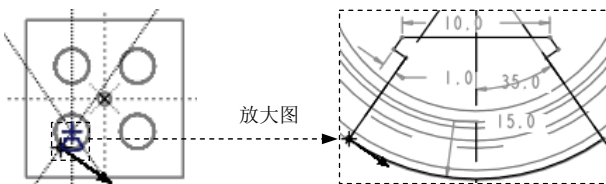
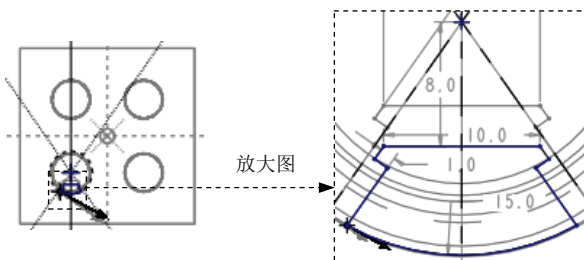

图 25.26 截面草图 (一)
图 25.27 截面草图 (二)
(2) 绘制截面草图。进入草绘环境后, 选取 MOLD_RIGHT 和 MOLD_FRONT 基准平面为参考; 绘制图 25.26 所示的截面草图 (一), 完成此截面的绘制后, 然后在图形区右击, 在系统弹出的快捷菜单中选择 **切换剖面(C)** 命令, 绘制图 25.27 所示的截面草图 (二), 单击“草绘”操控板中的“确定”按钮